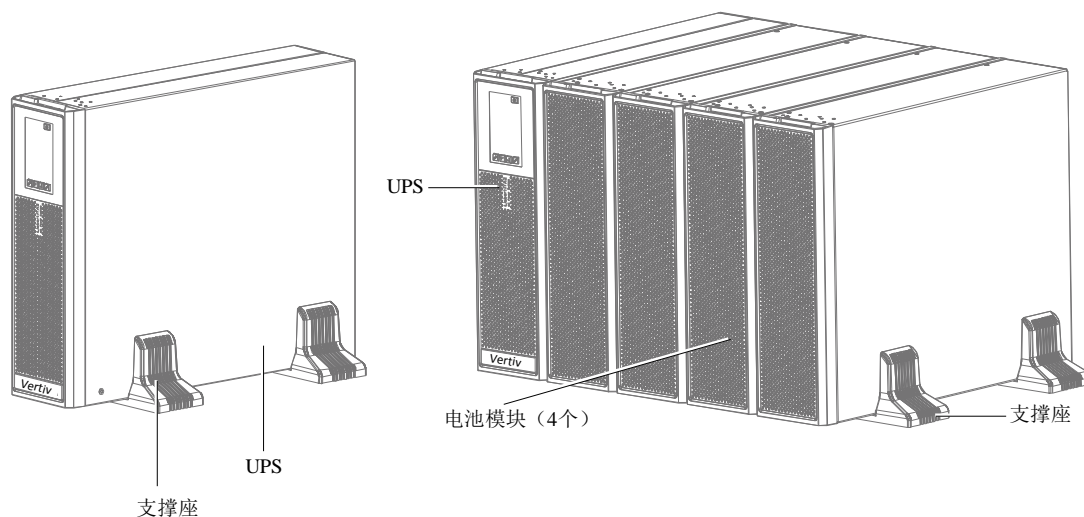

图2-9 UPS 和电池模块的安装示意图
3. 将 UPS 放置于支撑座和中间座上，如图 2-9 所示。